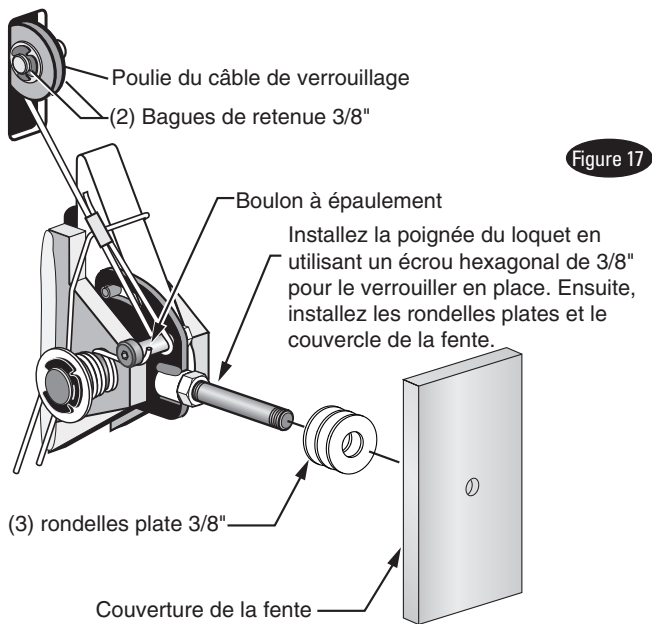
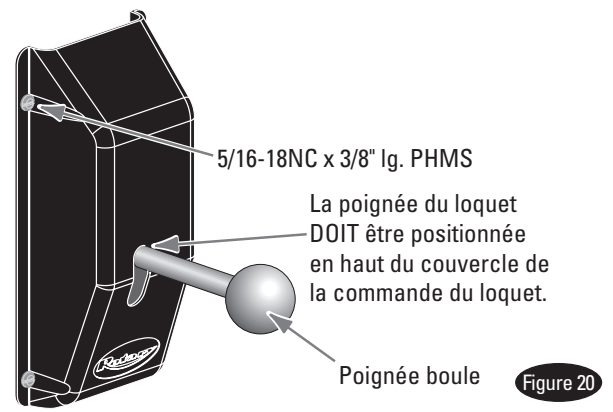

Figure 17
Figure 20
- A) Installez le câble du loquet de verrouillage de la poulie et les bagues de retenue dans la fente supérieure de la colonne de l'unité de puissance comme indiqué, Figure 17.
- B) Glissez l'extrémité de la boucle du câble sous la tête de la vis à épaulement sur le côté droit de la plaque de commande du loquet, Figure 17.
- C) Faites passer l'autre extrémité du câble dans la fente de la poulie du câble de verrouillage en vous assurant que le câble passe sous le côté inférieur de la poulie du câble de verrouillage et à l'intérieur de la colonne droite, Figure 17.
- J) À ce stade, vous DEVEZ installer la poignée du loquet, l'écrou de blocage et le couvercle du loquet de la colonne droite. Figure 17 et Figure 20. Installez la boule de la poignée de verrouillage, Figure 20.